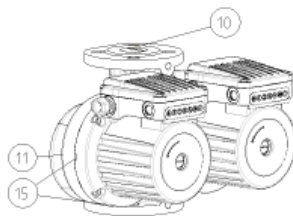

Рис.2
- насосы LHNД, LHNМД имеют сдвоенный гидравлический корпус (рис. 2 – поз. 11) со встроенной пластиной клапана (рис. 2 – поз. 10), которая самостоятельно поворачивается в зависимости от течения среды одного или другого насоса;